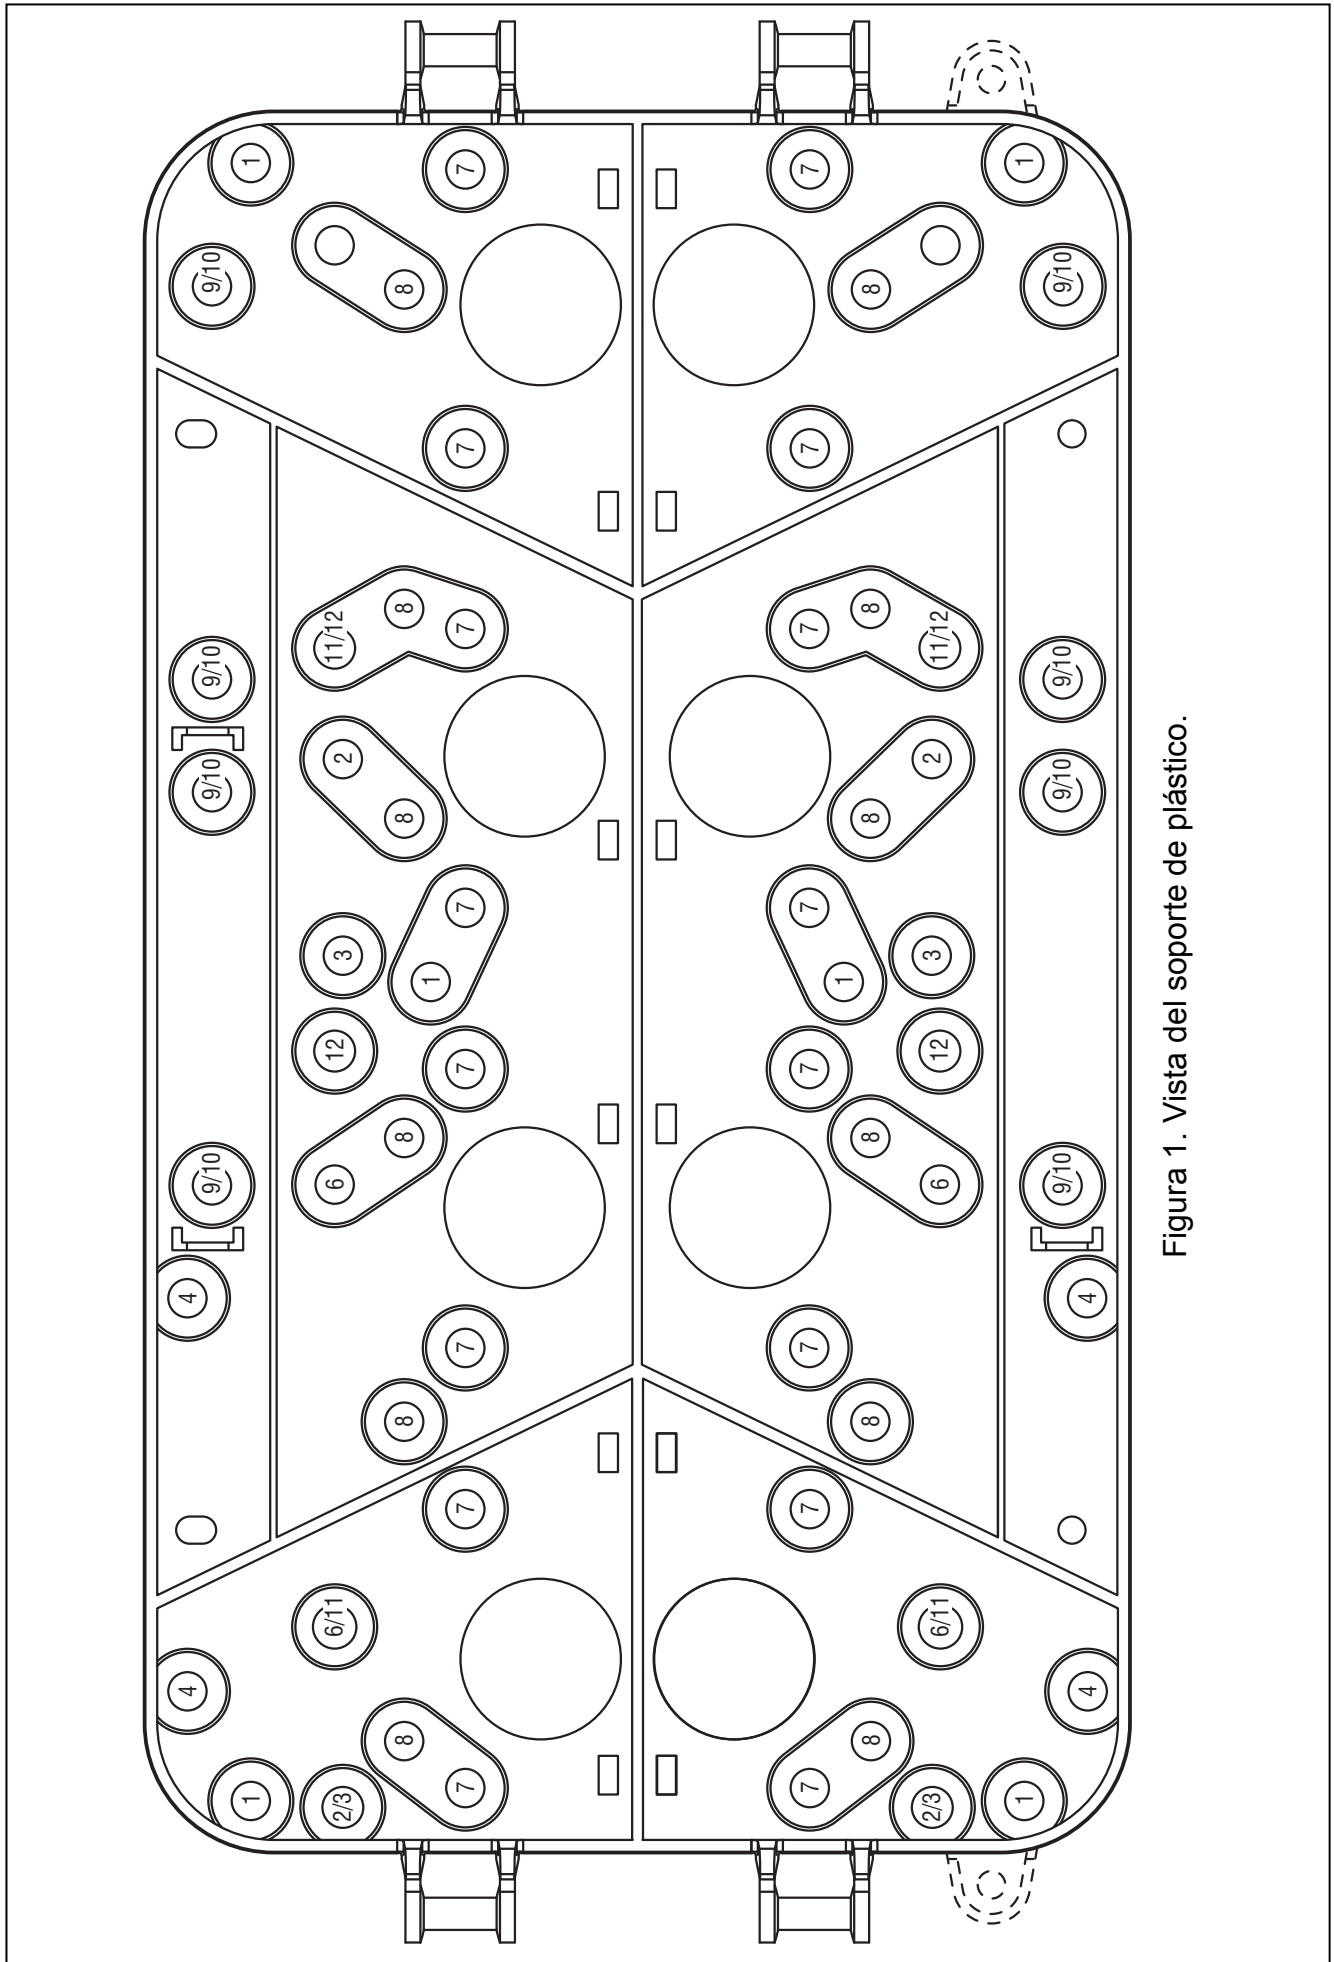

Figura 1. Vista del soporte de plástico.
5. Planear el reparto de módulos (ver: figura 1 y tabla 1) e insertar los soportes de plástico para fijar las placas base en sus agujeros convenientes (verificar que los soportes no se desplacen). Es recomendable fijar la placa con fuente de alimentación en la pieza inferior, sujeta fuertemente a la base.
Tabla 1. Lista de dispositivos que ajustan a los orificios en las piezas de plásticos de la caja OPU-3 P como muestra la figura 1.